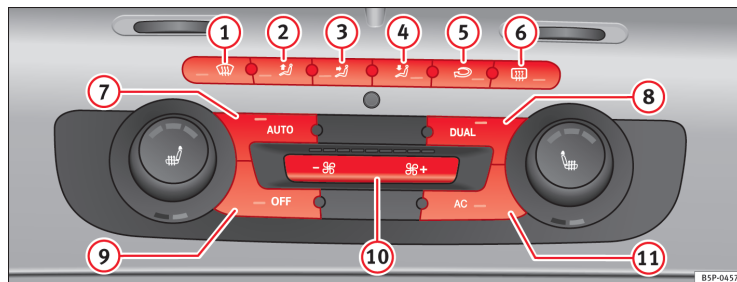

Fig. 113 Betjeningselementer til 2C-Climatronic på instrumentpanelet
- For at aktivere den manuelle funktion skal du trykke på en af knapperne ⇒ Fig. 113 1 til 5 eller på en af knapperne til blæserregulering 10. Den indstillede funktion vises i radioens eller navigationssystemets display.
- Tryk på knappen  ⇒ Fig. 113  for at aktivere eller deaktivere recirkulationsfunktionen. Når recirkulationsfunktionen er aktiveret, bliver symbolet  vist i displayet.